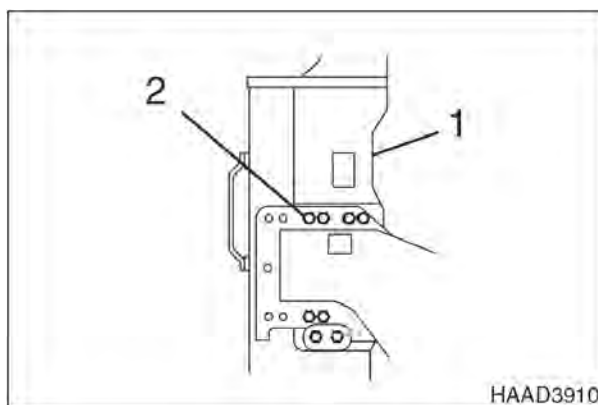

Рис. 4
3. После смещения боковой рамы (1, рис. 4) опустить верхнюю часть конструкции на грунт. Установите шесть прокладок, жесткие шайбы и болты (2).